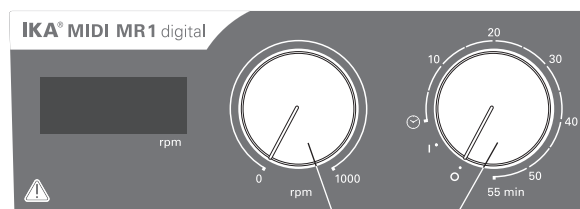

Fig. 3
- ☞ Kytke laite päälle kääntämällä kiertonuppia ”**Päälle/pois**” ja ”**ajastin**” (B, katso Fig. 3) myötäpäivään asentoon ”1”.
- ☞ Kytke laite pois päältä kääntämällä kiertonuppia ”**Päälle/pois**” ja ”**ajastin**” (B) asentoon ”0”.
- ☞ Aseta moottorin kierrosluku säätönupilla ”**Kierrosluku**” (C, katso Fig. 3). Moottorin kierrosluku voidaan asettaa välille 0 - 1000 rpm laitteelle **MIDI MR 1 digital** ja 0 - 600 rpm laitteelle **MAXI MR1 digital**.